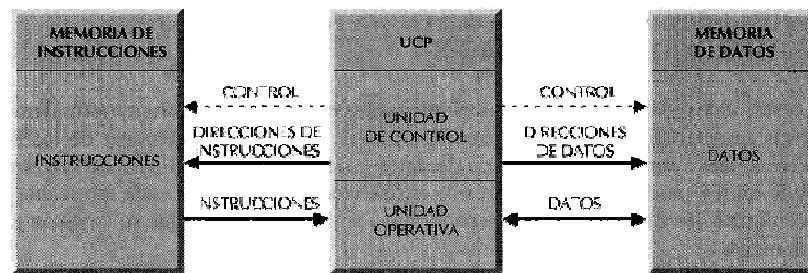

Figura 7.4. La arquitectura Harvard dispone de dos memorias independientes: para datos y para instrucciones, permitiendo accesos simultáneos.
*La arquitectura Harvard dispone de dos memorias independientes, una que contiene sólo instrucciones y otra sólo datos. Ambas disponen de sus respectivos sistemas de buses de acceso y es posible realizar operaciones de lectura o escritura simultáneamente en ambas memorias. Figura 7.4.*